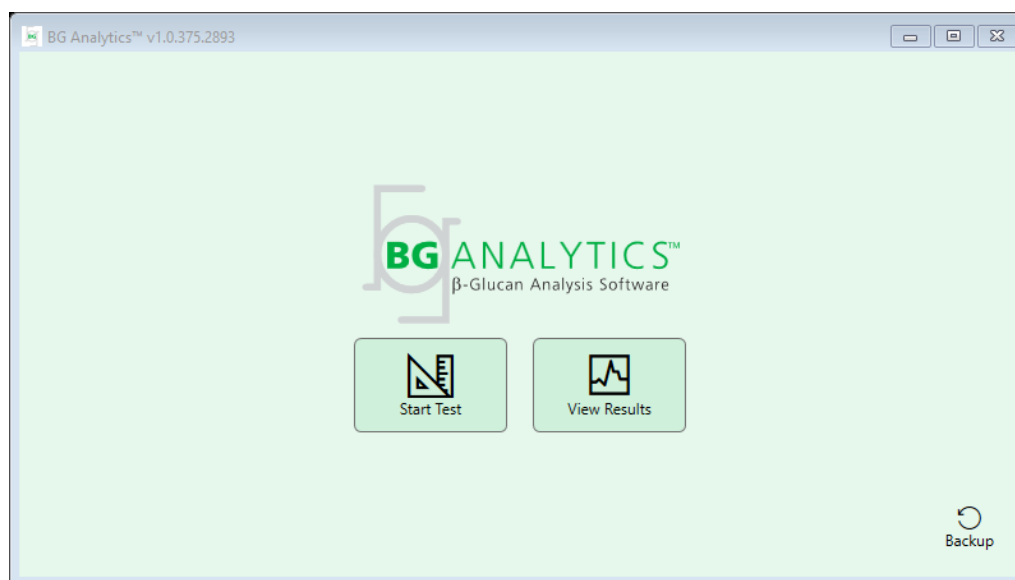

Figura 4. Schermata Home di BG Analytics®
4. Apparirà la schermata **Home** come mostrato in Figura 4.